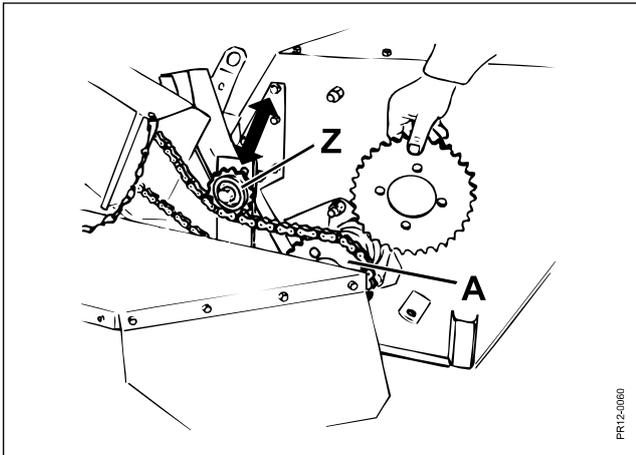

Fig. 3-15
- Fig. 3-15** Pour réduire la vitesse du rotor, remplacer le pignon 27 dents d'entraînement de la chaîne positionné sur l'axe du rotor par celui de 33 dents disponible dans les pièces détachées fournies avec la machine. La procédure est la suivante: